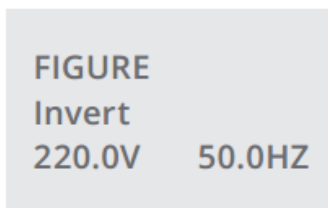

Рис. 10: Инвертор
- выходного напряжения инвертора (рис. 10),